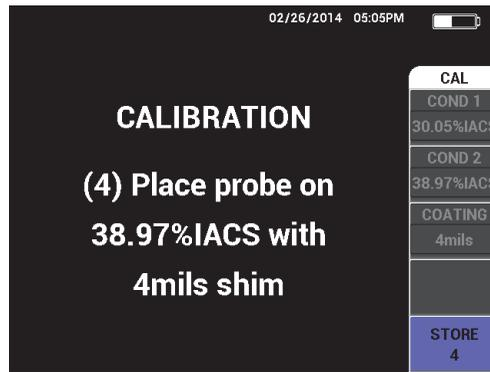

Figura 5-51 L'istruzione visualizzata (4)
- RIVESTIM.** (tasto C) viene in seguito evidenziato sulla schermata (vedere Figura 5-51 a pagina 174).